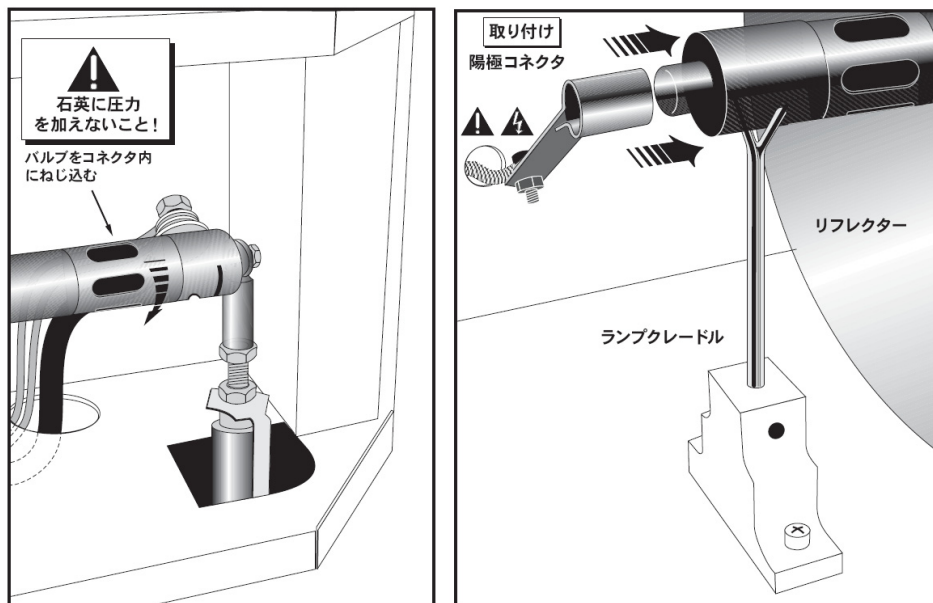

図 4.1 バルブの取り付け
1. 保護服およびシールドを着用した状態で、ねじが切つてあるランプの陰極(ー)端部を、ランプコンパートメントの後部に配置されているマイナス側のランプコネクタナットに差し込み、完全にねじ込みます(図 4.1、左)。手で締め付けるだけにしてください。**メモ:**陰極/陽極の両エンドシャフトのみを持って取り扱い、ガラス部分は絶対持たないでください。締め付けすぎないでください。またガラスに圧力を加えないでください。
2. ランプの陽極(+)端部を図 4.1 右側に示したようにランプクレードルの上に載せ、プラス側ランプコネクタをバルブ端部の上に被せます。